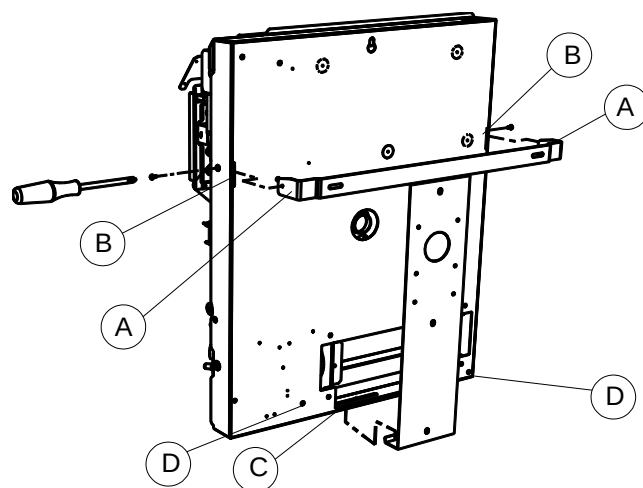

Abbildung 9 – Einhängen an der Wandkonsole
11. Zur Wandmontage des Heizkörpers das Langloch C an der Unterkante des Rahmens an der Halterung einhängen, siehe Abbildung 9.